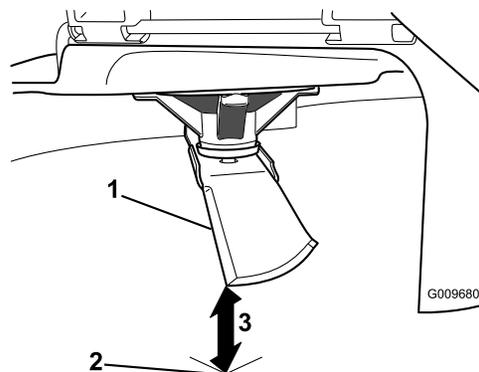

Figura 49
- Mida desde la punta de la cuchilla hasta la superficie plana (Figura 49).